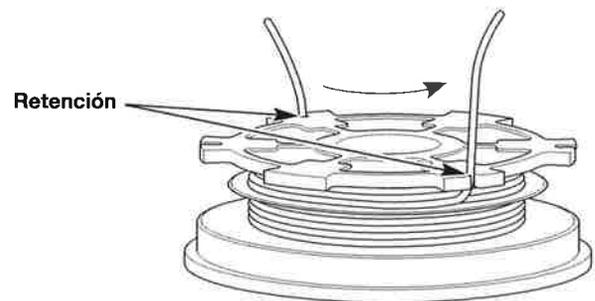

Fig. 14
3. Inserte las dos secciones de 6 pulgadas dentro de las dos ranuras de retención de 0.095 (Fig. 14).
4. Inserte las dos secciones de 6 pulgadas dentro de las dos ranuras de retención de 0.095 (Fig. 14).